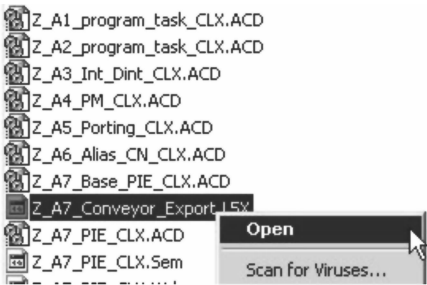

图 13-20 选择打开 L5X 文件
- 27. 右键单击文件 Z_A7_Conveyor_Export.L5X，并选择“打开”（Open），如图 13-20 所示。